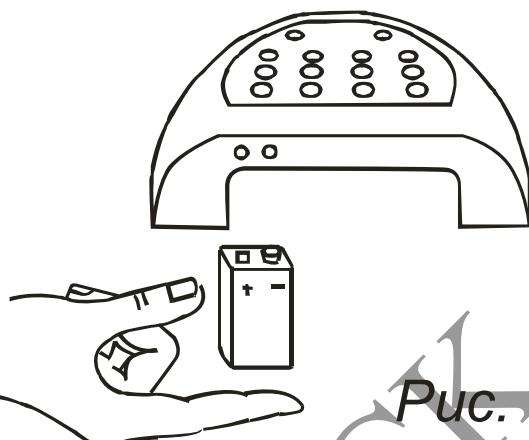

Рис. 3
- открыть замок (по Вашему коду) при полном разряде батареи (рис. 3) и др.
В случае полного разряда батарей замок можно открыть по Вашему коду, подключив к клеммам аварийного питания (рис. 3) источник питания напряжением 9 - 13 V (например, батарея "КРОНА"). Полярность подключения – любая.